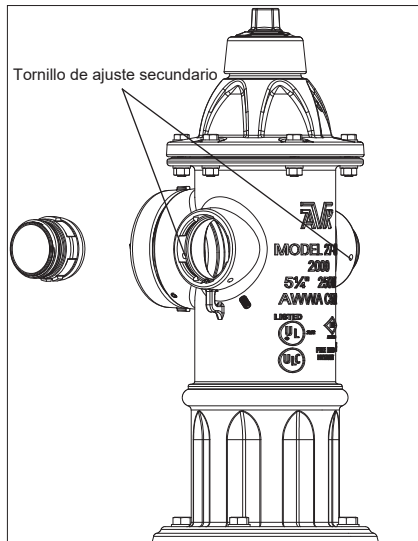

Fig. 6E
4. Afloje la tapa, luego termine de quitar el conjunto de tapa / boquilla. (Ver Fig. 6E)